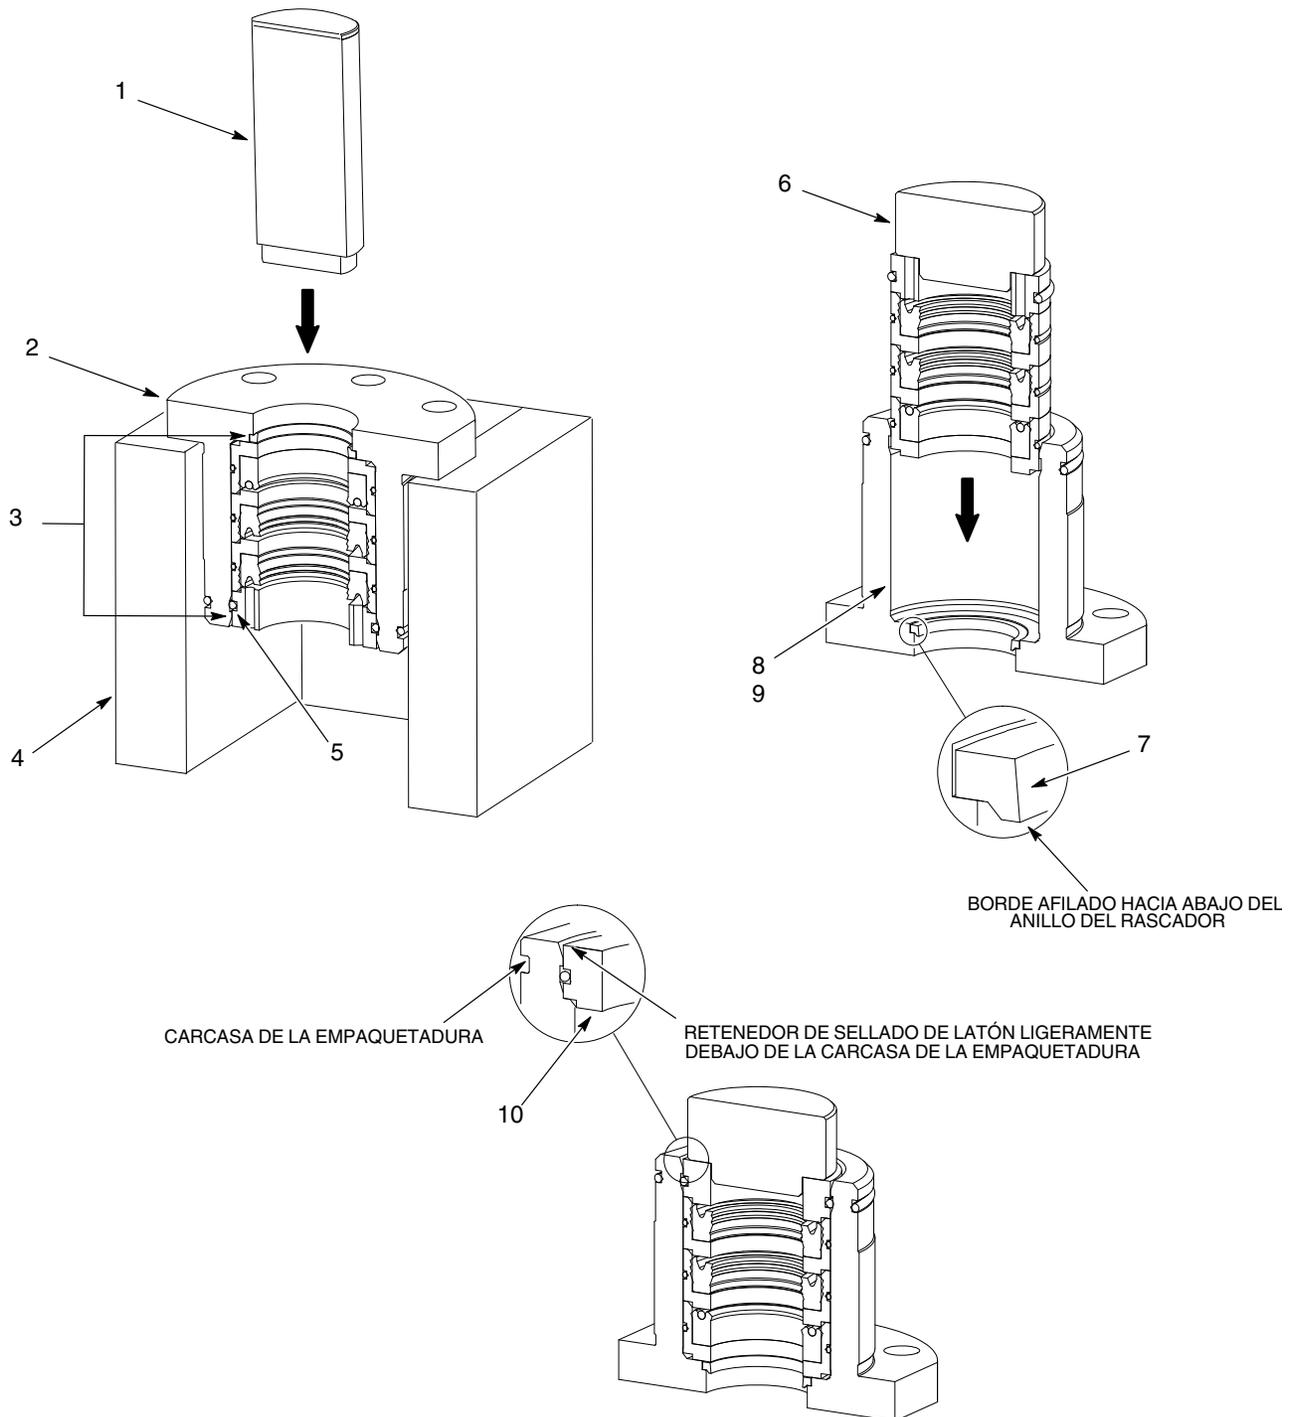

Figura 14 Sustitución de las piezas internas de la empaquetadura
1. Ver la figura 14. Colocar la carcasa del paquete (2) en la fijación (4).